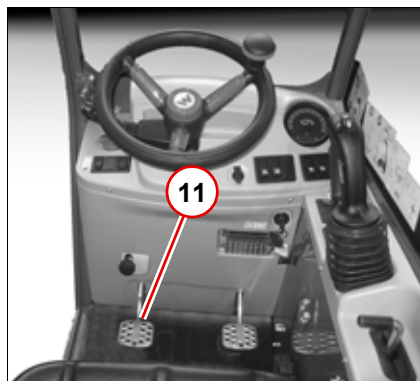

Fig. 48
- Træd på bremse-inchpedalen **11** (Fig. 48) for understøttelse.